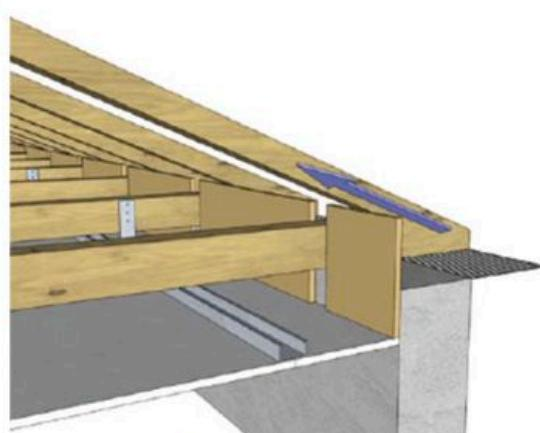

Figure 5 – Mise en place de déflecteurs
- Mise en place de déflecteurs (cf figure 5) ;